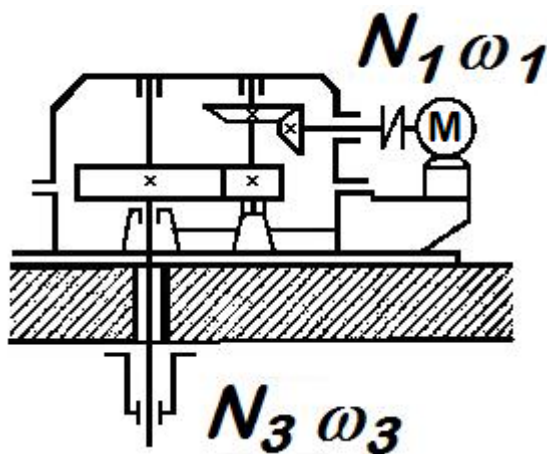

Рис. 22
3. Рассчитать цилиндрическую зубчатую передачу коническо-цилиндрического прямозубого редуктора (рис. 22). Мощность на ведущем
4. По данным предыдущей задачи 3 рассчитать ведущий вал редуктора (рис. 22) и подобрать для него по ГОСТ 8338-75 подшипники